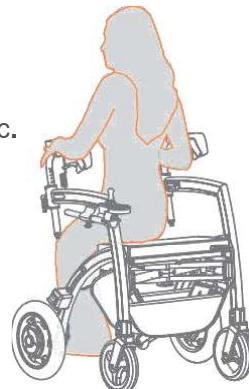

Figura 30: Sentado en el asiento del andador.
- b. Siéntese en el asiento del andador desde atrás (**Figura 30**).